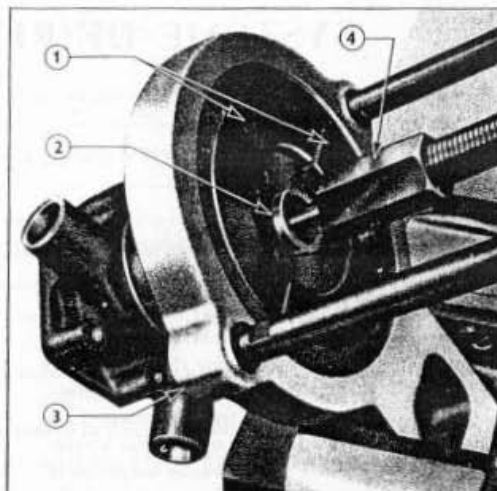

Fig. 38 - Depose de la poulie
1. Séparer la poulie de pompe de l'arbre à l'aide des adapteurs à fente (T.7000-17a) comme le montre la fig. 38. L'adaptateur à vis, placé sur la vis centrale de l'outil principal, permet d'exercer une pression au centre de l'arbre de pompe.